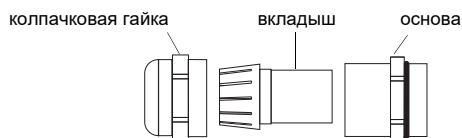

Рис. 6.7: Кабельный ввод
- Протяните кабель питания через колпачковую гайку, вкладыш и основу кабельного ввода (смотри Рис. 6.7).
- Зафиксируйте кабельный ввод, прикрутив колпачковую гайку к основе ввода (смотри Рис. 6.7).
- Протяните выходной кабель через колпачковую гайку, вкладыш и основу ввода (смотри Рис. 6.7).